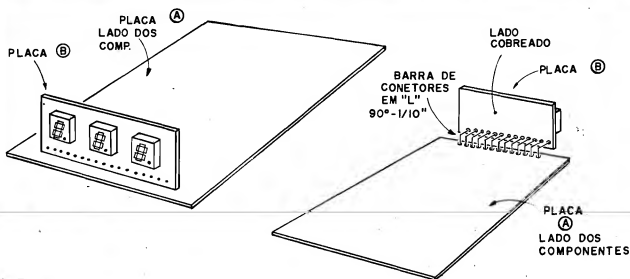

Fig. 7
- FIG. 7 - INTERCONEXÃO DAS DUAS PLACAS - A figura ilustra com clareza como as placas A e B são interligadas elétrica e mecanicamente... A barra de conectores em "L", originalmente "dobrados" a 90°, e dispostos numa linha com afastamento de 1/10" entre segmentos, funciona com **prático interfacc**... Sua soldagem